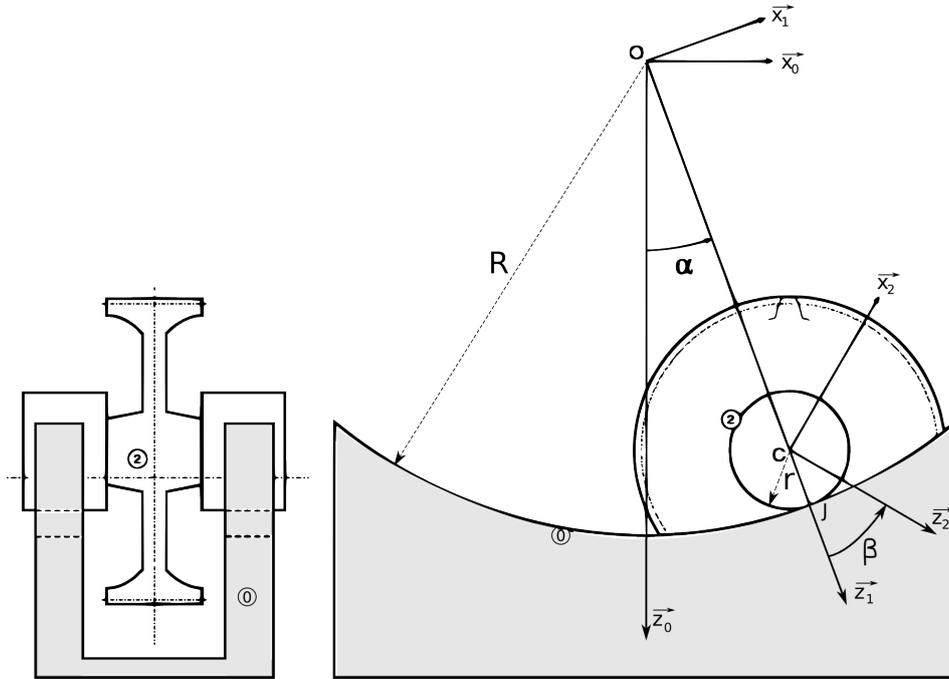

FIGURE 2: Dispositif expérimental
On considère le dispositif représenté sur la figure 2. Ce dernier est constitué d'un bâti (0) supposé lié au référentiel galiléen  $\mathcal{R}_0(O, \vec{x}_0, \vec{y}_0, \vec{z}_0)$  ainsi que d'un engrenage (solide (2)) qui roule sans glisser sur le bâti au point  $J$ . Soit  $\mathcal{R}_1(O, \vec{x}_1, \vec{y}_0, \vec{z}_1)$  le repère, tel que le point C (appartenant à l'axe de rotation de (2)) soit sur l'axe  $(O, \vec{z}_1)$ , et on pose  $\alpha = (\vec{z}_0, \vec{z}_1)$ . Soit  $\mathcal{R}_2(C, \vec{x}_2, \vec{y}_0, \vec{z}_2)$  le repère lié à (2), et on pose  $\beta = (\vec{z}_1, \vec{z}_2)$ . Enfin, on suppose que  $\beta = 0$  lorsque  $\alpha = 0$ .